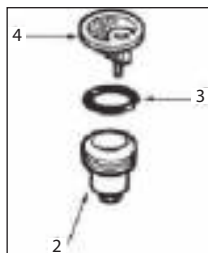

Рис. 8
- Снимите крышку накопительного топливного фильтра и очистите его от воды и грязи (Рис. 8).